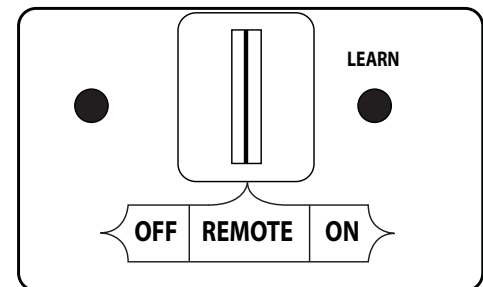
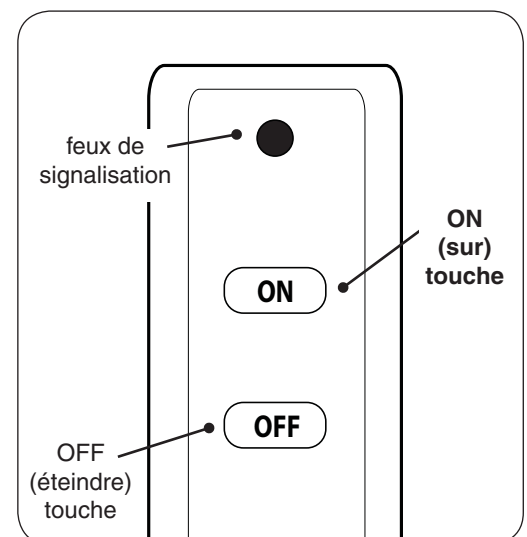

Fig. 28-1 Détail récepteur de télécommande (REMOTE)
Fig. 28-2 Détail télécommande
1. Repérez l'interrupteur à 3 positions sur le récepteur de télécommande (voir Fig. 28-1), Et faites glisser le commutateur sur la position **REMOTE** (éloigné).
**Note:** Veiller à ce que l'interrupteur ON/OFF (sur/éteindre) à l'avant de la boîte de commutation est en position **OFF (O)** (éteindre).
2. Localiser la télécommande et appuyez sur la touche **ON** (sur). Voir Fig. 28-2. La séquence d'allumage commence.